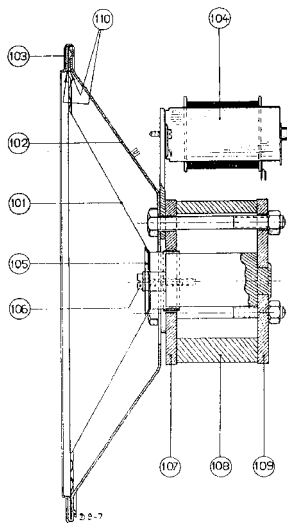

Fig. 7
Het Codenummer van deze luidspreker is 28.951.040 en is afgeleid van het basistype 4283. Fig. 7 geeft een duidelijk beeld van deze luidspreker. Bij het repareren dient men er voor te zorgen, dat dit op een volkomen stofvrije tafel en met goed gereedschap wordt uitgevoerd, terwijl voren en achterplaat (pos. 107 en 109) in geen geval van de magneet getrokken mogen worden, daar deze hierdoor zou verzwakken. De hoes die is aangebracht om verontreiniging door stof tegen te gaan, moet onmiddellijk na iedere reparatie weer om de luidspreker worden aangebracht. Luidsprekers waarbij de hoes door de eigenaar van het toestel is verwijderd, komen niet voor kostenvrije reparatie in aanmerking.